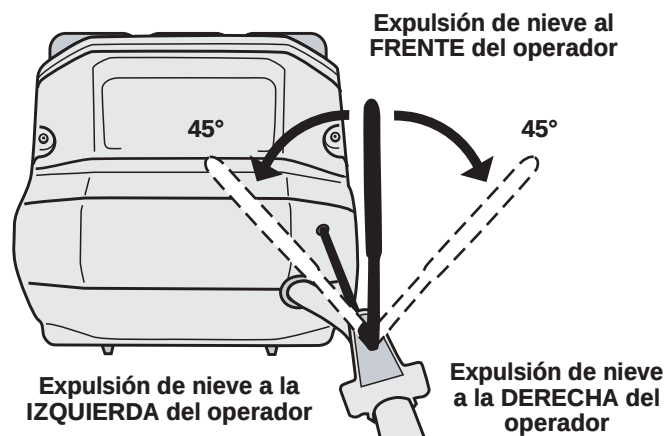

Fig. 5
2. Voltee el Control para Dirección de Expulsión hacia la izquierda, hacia el centro o hacia la derecha, de acuerdo a la dirección hacia la que quiera lanzar la nieve (Fig. 5).